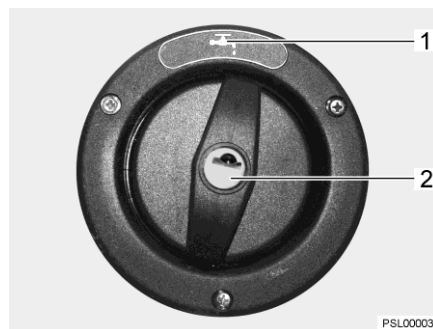

Bild 92 Verschlussdeckel für Trinkwasser-Einfüllstutzen
Der Trinkwasser-Einfüllstutzen ist mit dem Symbol "☞" (Bild 92,1) gekennzeichnet. Der Verschlussdeckel wird mit dem Schlüssel für die Außenklappenschlösser geöffnet und verschlossen.
- Schlüssel in Schließzylinder (Bild 92,2) stecken und eine viertel Umdrehung entgegen dem Uhrzeigersinn drehen.
- Trinkwasser-Einfüllstutzen (Bild 92) öffnen.